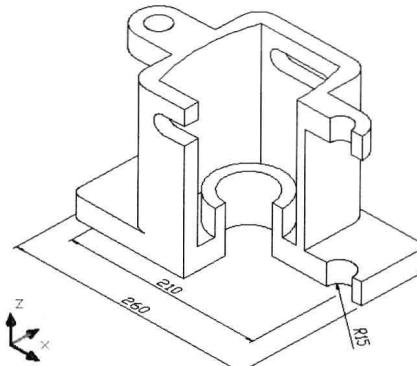

图 9-4-1
- (1) 打开素材文件“9-4.dwg”，此时使用的是默认的世界坐标系统。
- (2) 单击“注释”选项卡，在“标注”面板中单击“线性”按钮 \square ，捕捉并单击底边的端点，标注出长度。用同样的方法标注其他尺寸，如图9-4-1所示。
- (3) 单击“视图”选项卡，在“坐标”面板中单击“3点”按钮 \triangle ，命令行提示“指定新原点 <0, 0, 0>”，捕捉并单击端点1；提示“在正X轴范围内指定点 <5831.3152, -1350.0000, 0.0000>”，捕捉并单击端点2；命令行提示“在 UCS XY 平面的正 Y 轴范围内指定点 <0.3152, -9.0000, 0.0000>”，捕捉并单击端点3，在指定的原点位置创建了新的用户坐标系统。